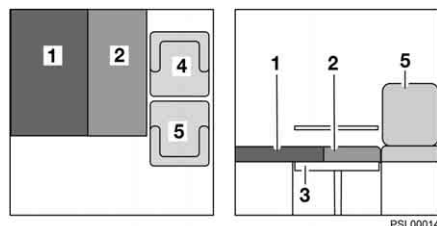

Bild 37 Nach dem Umbau
- Das Sitzpolster (Bild 37,2) auf den Tisch ziehen.
- Das Rückenpolster (Bild 37,1) auf die Sitzbank legen.
- Den Beifahrersitz (Bild 37,5) so weit wie möglich zur Fahrerseite schieben.
- Den Fahrsitz (Bild 37,4) möglichst nahe an den Beifahrersitz heranschieben.